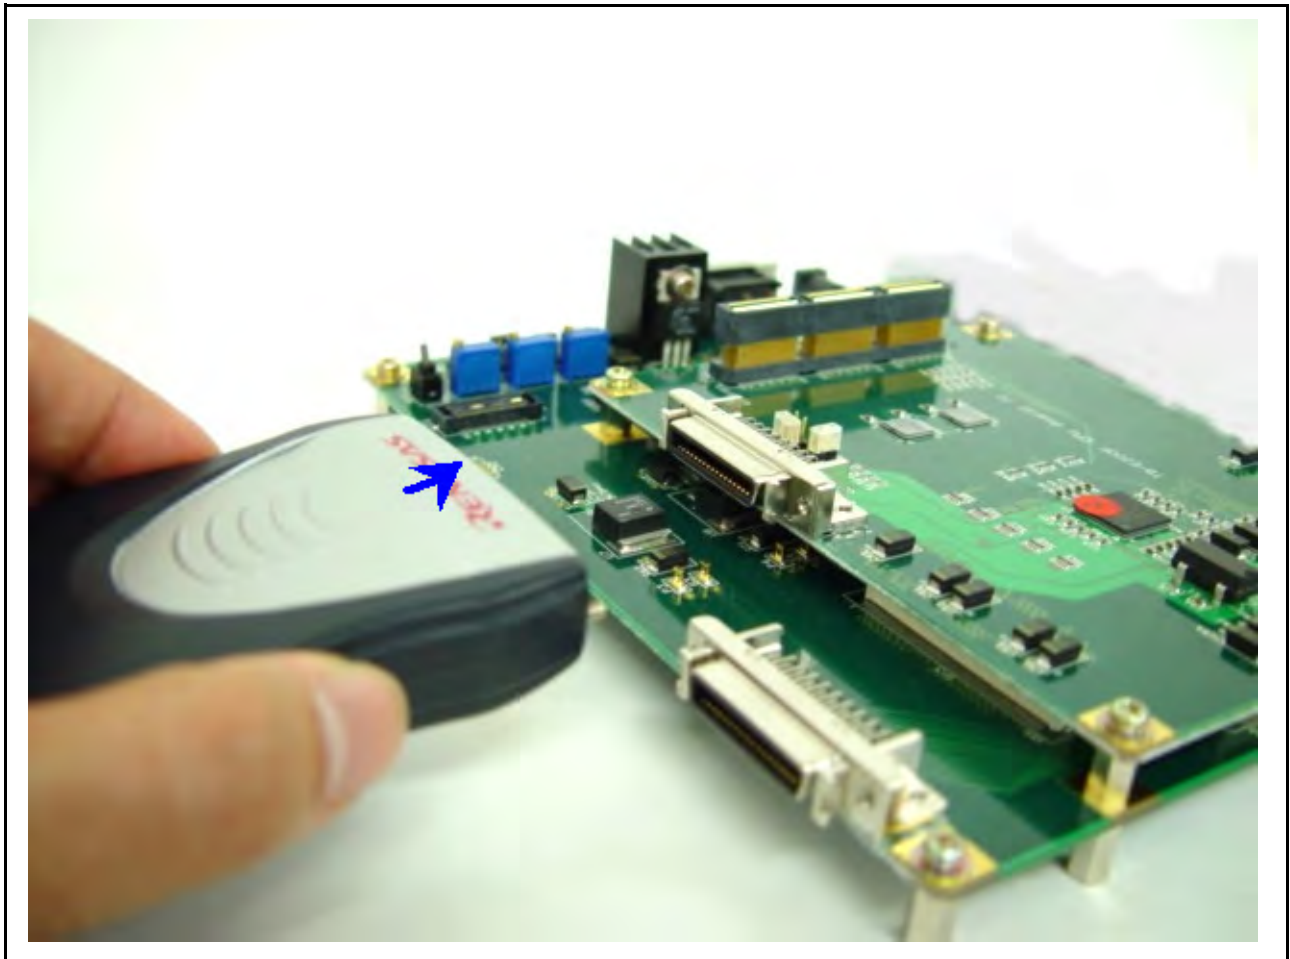

图 2.27 将 H-UDI 探针连接至用户系统
- 将 H-UDI 探针连接至用户系统，如图 2.27 所示。